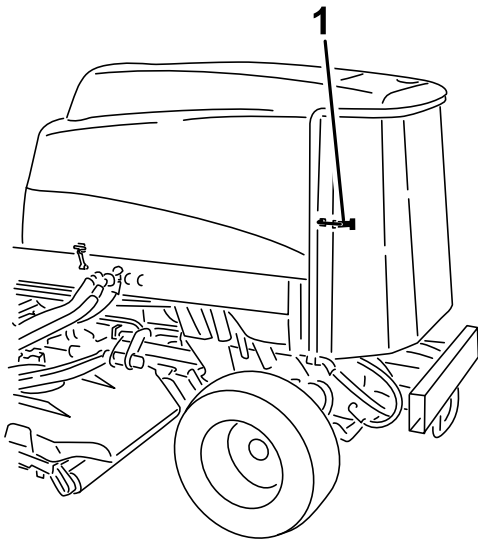

Bild 117
3. Entriegeln und schwenken Sie das hintere Gitter in die geöffnete Stellung (Bild 117).